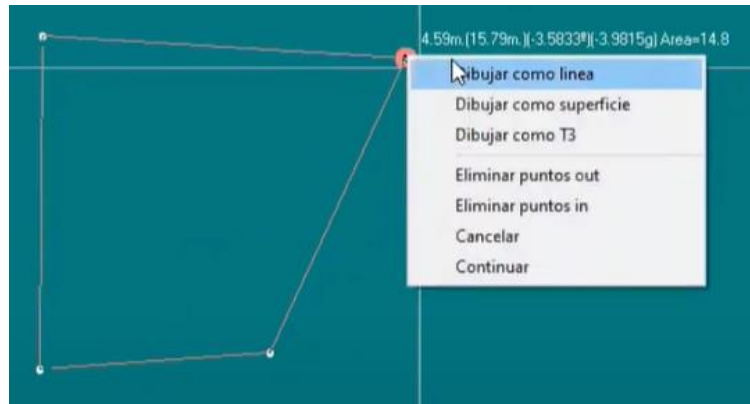

Figura 256. Dibujar como línea.
65. Dar clic en orden y en secuencia de las manecillas del reloj sobre todos los vértices importados. Al cerrar la poligonal aparecerá un menú de opciones, seleccionar “Dibujar como línea”. Figura 256.